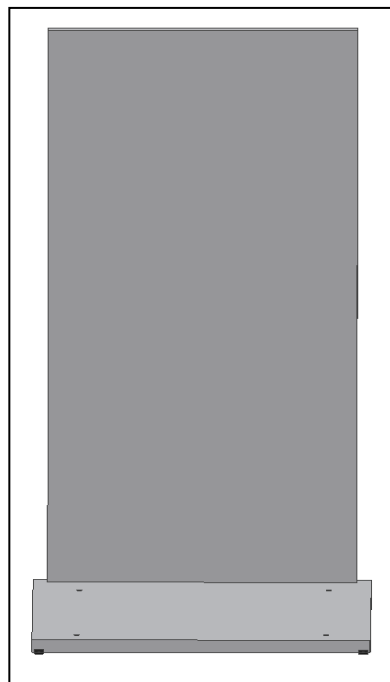

Fig. 3
- Fixer le **panneau arrière** au panneau du fond et serrer (Fig.3).